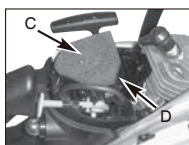

Fig. 15B
- Soulevez le filtre à air (C) pour l'extraire du caisson d'air (D) (Fig. 15B).